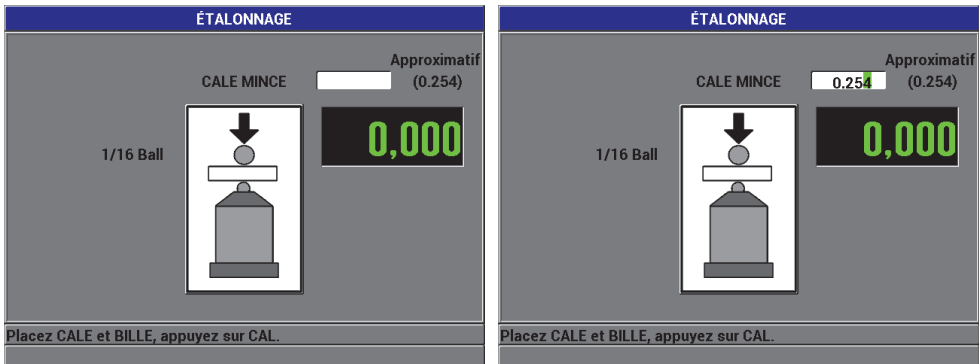

Figure 4-8 Point d'étalonnage CALE MINCE
5. Point CALE MINCE : L'appareil vous demande de placer une cale mince et une cible spécifique sur l'extrémité de la sonde. L'épaisseur de ce point d'étalonnage mince variera en fonction de la bille, du disque ou du fil sélectionné. L'épaisseur approximative de la cale est affichée dans la boîte de mesure inférieure. Appuyez sur la touche [CAL] pour transférer la mesure à la boîte de texte, utilisez les flèches pour entrer l'épaisseur connue de la cale d'étalonnage, et puis appuyez sur la touche [CAL] (voir la Figure 4-8 à la page 91).